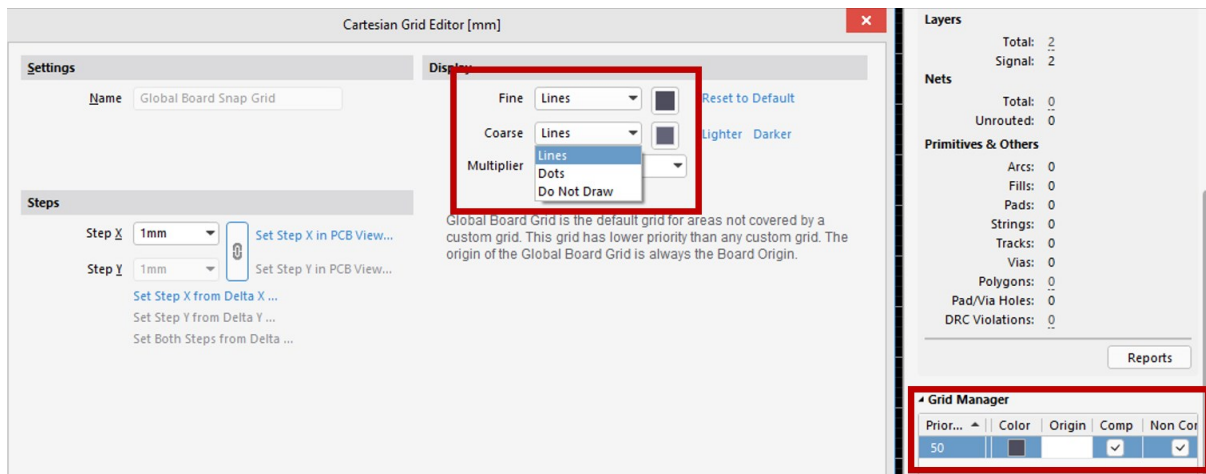

Рис. 3.4. Настройка сетки
2. В панели *Properties/Grid Manager* выделите первую строку, нажмите клавишу *Properties* и в открывшемся окне смените отображение сетки с точек на линии (рис. 3.4).